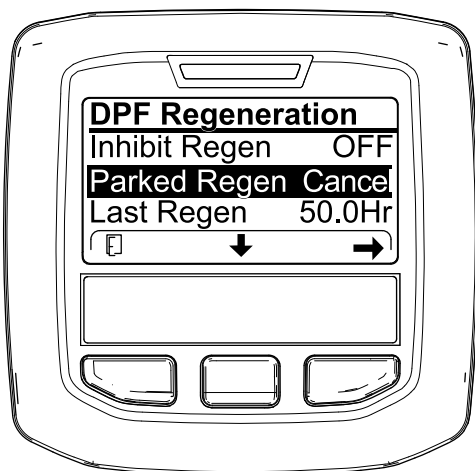
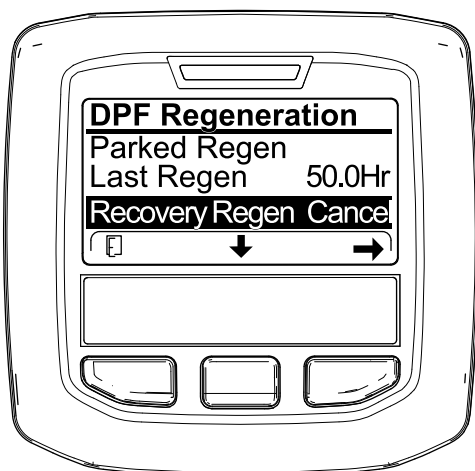

Figure 92
Figure 93
1. Ouvrez le menu DPF Regeneration (régénération du FAP) (Figure 92).
2. Appuyez sur le bouton central pour naviguer jusqu'à l'option PARKED REGEN CANCEL (Figure 92) ou RECOVERY REGEN CANCEL (Figure 93).
3. Appuyez sur le bouton droit pour sélectionner l'option Regen Cancel (annulation de régénération) (Figure 92 ou Figure 93).